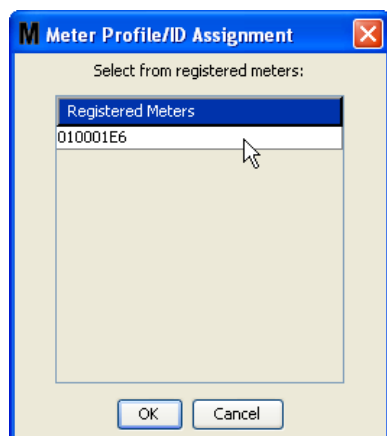

Рис. 88
- **Кнопки «LINK» [СВЯЗАТЬ] и «UNLINK» [ОТМЕНИТЬ СВЯЗЬ].** Когда полностью заполните все параметры окна профиля расходомера, нажмите кнопку «Link» [Связать], чтобы отобразить окно «Meter Profile/ID Assignment» [Назначение идентификатора профилю расходомера] Рис. 88. Из списка зарегистрированных расходомеров выберите требуемый профиль. Нажмите кнопку «OK» [OK], чтобы закрыть окно и сохранить изменения.